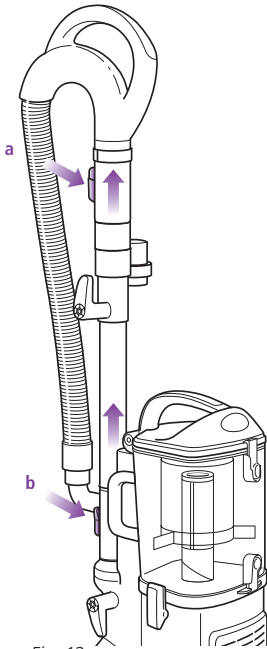

Fig. 12
- 2 Presione el botón de liberación del mango (a) y tire del mango hacia arriba o presione el botón de liberación del tubo de extensión (b) y tire del tubo de extensión hacia arriba. (Fig. 12)